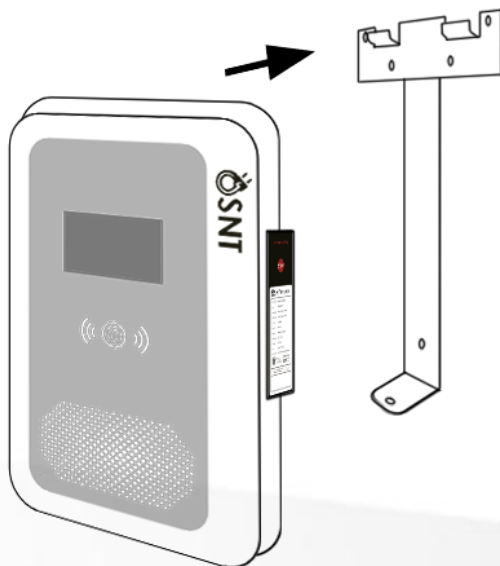

图 3
- a. 使用安装支架和水平仪在墙面上标出安装位置，并打出 5 个膨胀螺丝固定位置，如图 3 所示